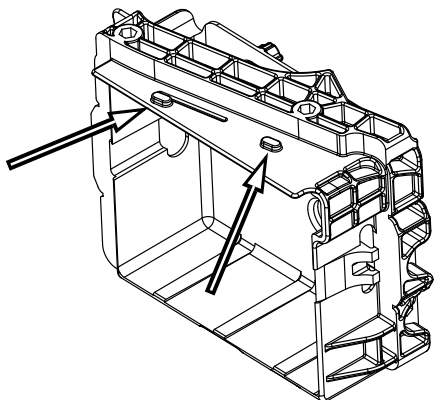

Figura 1. Posizione delle linguette sul vassoio della batteria
2. Vedere Figura 1. Rimuovere il coperchio della batteria staccandolo dalle due linguette sul vassoio della batteria.